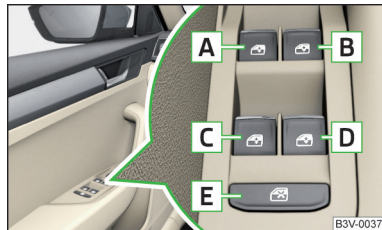

Abb. 48
Tasten der Fensterheber » Abb. 48
► Die Taste  » Abb. 48 drücken.
Nach dem Öffnen der Fahrer- oder Beifahrertür ist die Bedienung der Fenster nur über die Taste  » Abb. 48 möglich, indem diese für ca. 2 s gedrückt bzw. gezogen wird.
- Die Zündung ausschalten, die Fahrtür öffnen und die Taste **A** bis zum Anschlag in der Öffnungsstellung halten » **Abb. 48 auf Seite 66.**
- Die Zündung ausschalten, die Fahrtür öffnen und die Taste **A** bis zum Anschlag in der Schließstellung halten » **Abb. 48 auf Seite 66.**